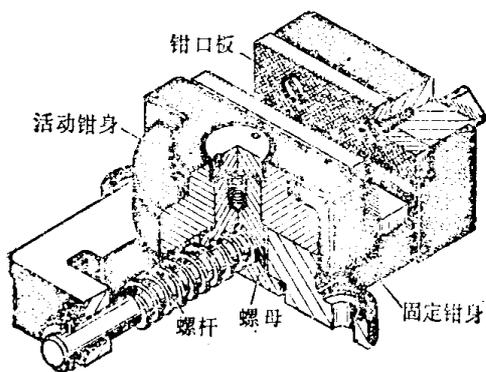

图 1-1 机用虎钳立体图
(1) 立体图：用来表示物体立体形状的图样，就叫做立体图（如图1-1所示）。其特点是：按照实物的形状画出来，富有立体感，比较直观，但画法比较复杂，一般不宜直接用来制造零件，只作为生产图样的补充说明。